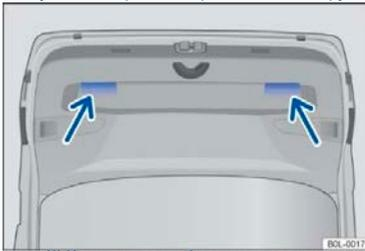

Рисунок 49 Открытая дверь багажного отделения: скрытая ручка для закрывания двери багажника
- Возьмитесь за встроенную ручку на панели внутренней отделки двери багажника → рис. 49, и слегка потяните дверь багажника вниз, пока она не защелкнется в замке двери багажника → ⚠.